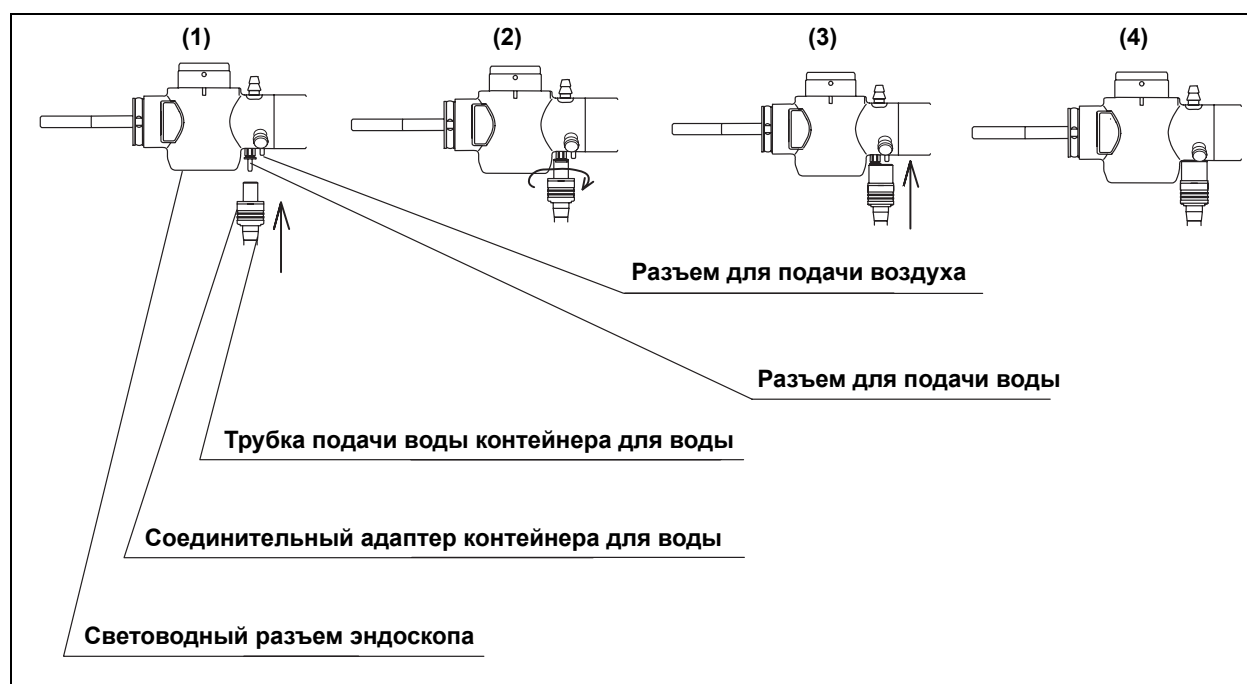

Рисунок 3.12.
2. Подсоедините соединительный адаптер контейнера для воды к разъему для подачи воздуха и разъему для подачи воды (п. Рисунок 3.12.).